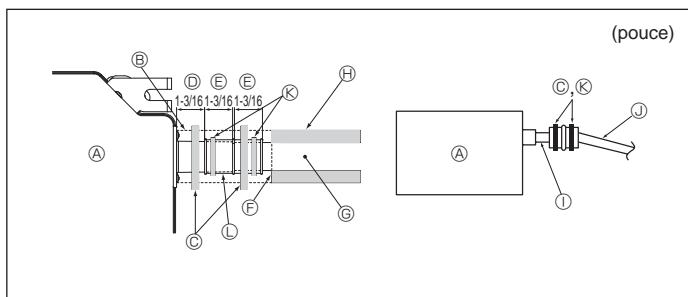

Fig. 3-2
- ⑯ Jusqu'à 850 mm (33 pouces)
1. Raccordez la prise d'écoulement (fournie avec l'appareil) à l'orifice de drainage. (Fig. 3-2)